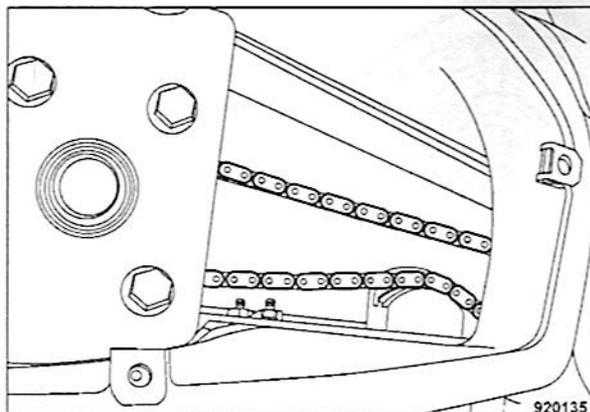

Fig. 151
- Comprobar el estado del patín guía de la derecha (Fig. 151) y cambiarlo, si fuese necesario.